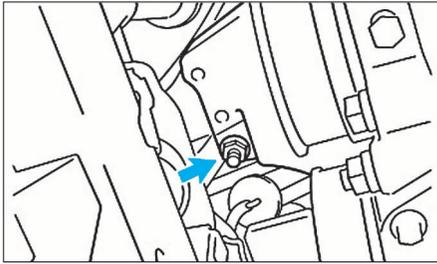

FIG. 83
- Déposer l'écrou de fixation du silentbloc du support droit (Fig.83).